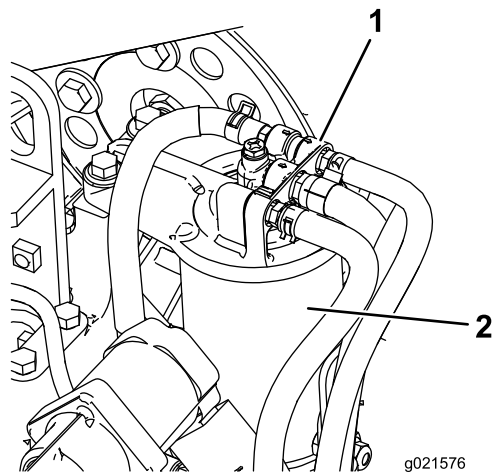

Рисунок 89
1. Очистите поверхность вокруг головки топливного фильтра (Рисунок 89).
2. Снимите фильтр и очистите монтажную поверхность головки фильтра (Рисунок 89).